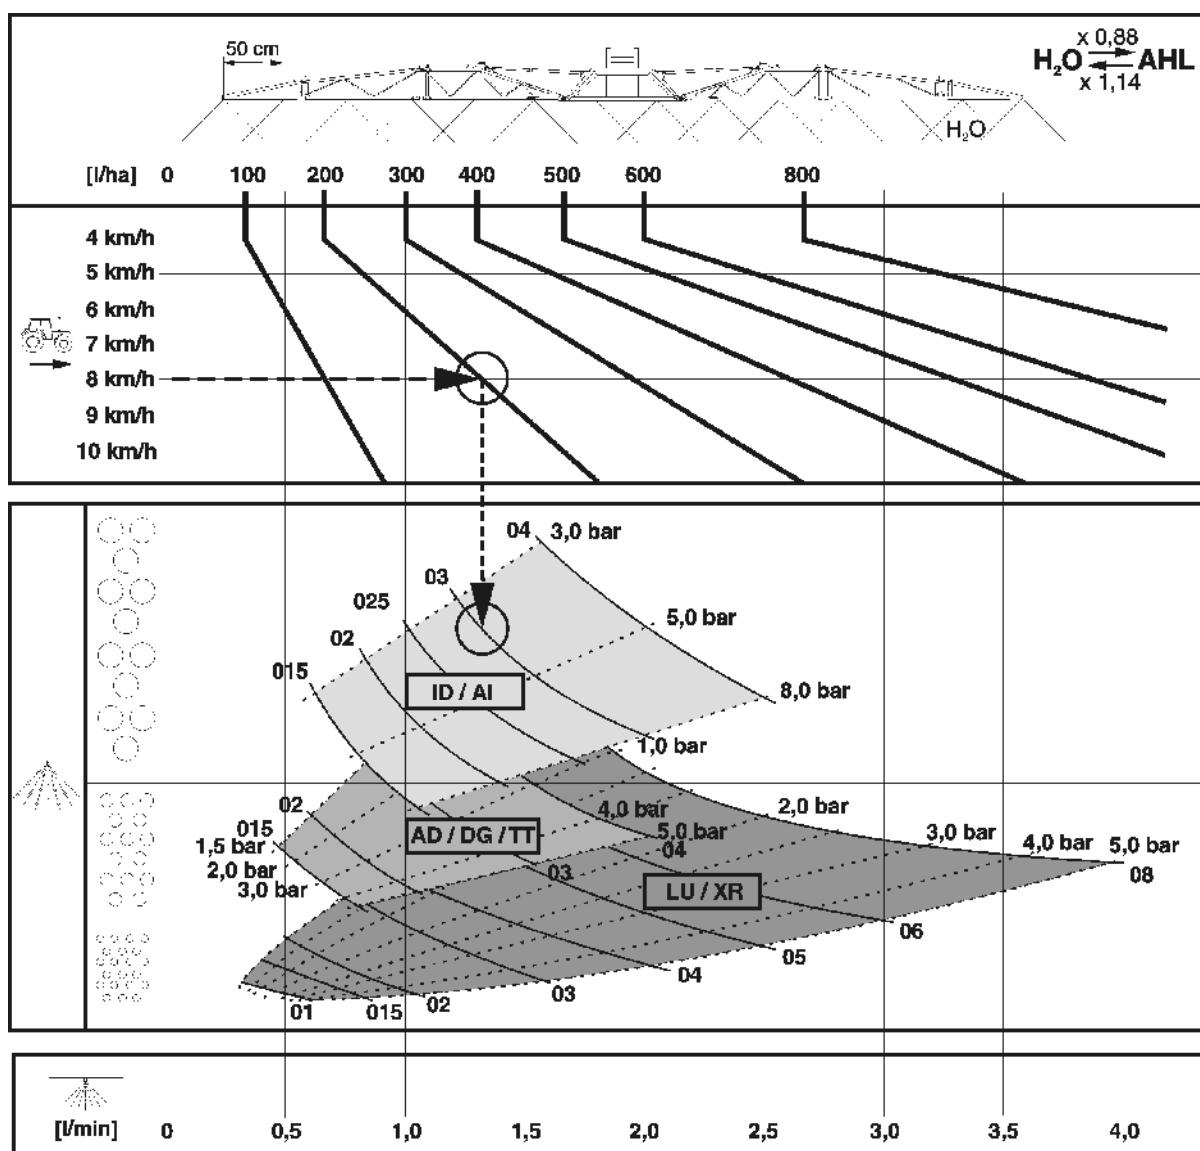

Fig. 163
- A Fig. 163 serve para a selecção do tipo de bico adequado. O tipo de bico é determinado pela